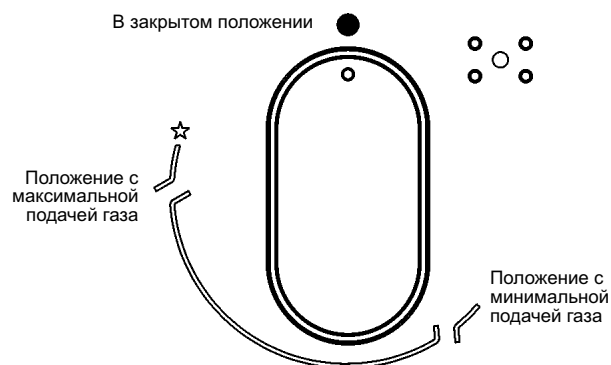

РИС. 1
Нажмите и поверните против часовой стрелки ручку конфорки до положения большого пламени (рис. 1), затем нажмите кнопку.
Для розжига конфорок, оснащенных системой «газ-контроль», следует повернуть против часовой стрелки ручку конфорки до положения большого пламени (рис. 1) (до упора). Затем нажмите ручку и произведите розжиг, как описано выше.
- После закипания переведите ручку в положение малого пламени (рис. 1).
- розжиг конфорок с предохранительной термопарой (системой «газ-контроль») можно произвести только если ручка установлена в положение **Максимум** (большое пламя рис. 1).